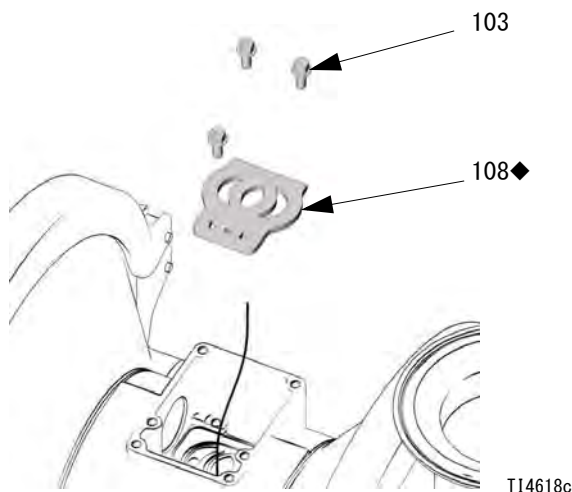

図 9
5. バルブプレート (108) を取り付けたままで点検します。損傷していた場合には、トルクス (T20) ドライバーまたは 7 mm (9/32 インチ) のソケットレンチを使用して、3 本のネジ (103) を外します。バルブプレート (108) を取り外します。図 9 を参照のこと。
2. バルブプレート (108) を、シールを下にしてキャビティに取り付けます。トルクス (T20) ドライバーまたは 7 mm (9/32 インチ) のソケットレンチを使用して、3 本のネジ (103) を締めます。ネジの下端がハウジングから出るまで締めてください。図 9 を参照のこと。